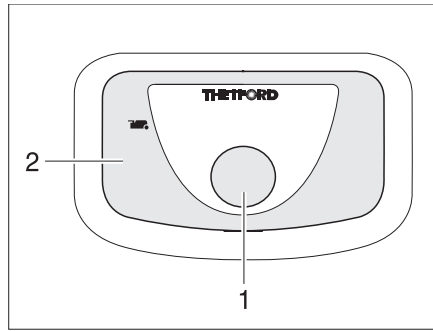

Bild 277 Spülknopf/Kontroll-Leuchte
- Zum Spülen den blauen Spülknopf (Bild 277,1) drücken.
Die Kontroll-Leuchte (Bild 277,2) leuchtet, wenn die Thetford-Kassette entleert werden muss.
- Den Schieberhebel (Bild 277,1) im Uhrzeigersinn schieben. Der Schieber wird geschlossen. Zum Entleeren **muss** in der Thetford-Toilette der Schieber geschlossen sein.